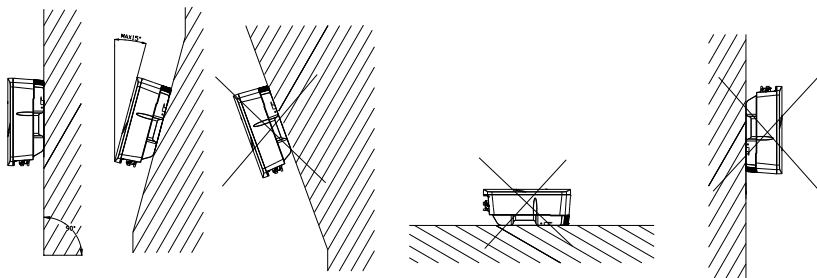

Figura 4.1 Método de montaje
(1) El equipo emplea refrigeración por convección natural, y se puede instalar en interiores o exteriores.
(2) Instale el equipo bajo la guía de la Figura 4.1. Se recomienda la instalación vertical a nivel del suelo. Montar verticalmente o inclinado hacia atrás por máx. 15°. Nunca instale el inversor inclinado hacia adelante, hacia los lados, horizontalmente o al revés.
(3) Teniendo en cuenta la comodidad para el mantenimiento, instale el equipo en una posición en paralelo con la línea de visión.